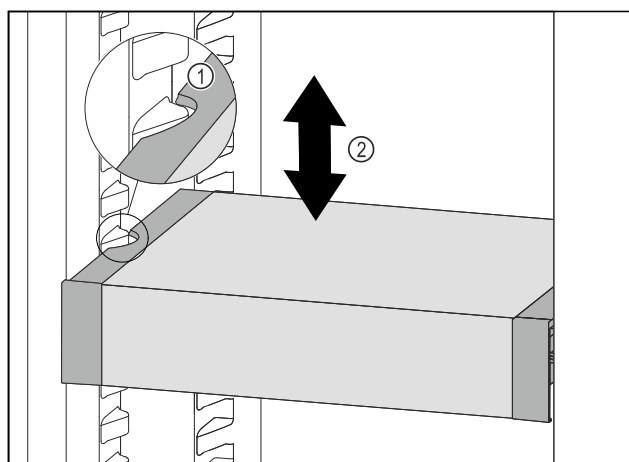

Fig. 127
- ▶ Táhněte VarioSafe dopředu, dokud nebudou boční vybrání VarioSafe na úrovni žebrování na nádoby v chladniče. Fig. 127 (1)
- ▶ Posouvejte VarioSafe v chladniče nahoru nebo dolů, dokud nedosáhnete požadované výšky. Fig. 127 (2)